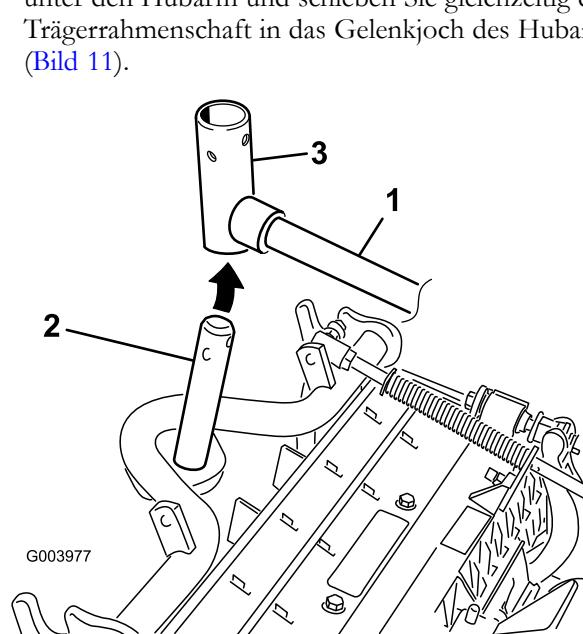

Bild 11
- B. Setzen Sie das Hubarmjoch in den Trägerrahmenschaft ein (Bild 11).